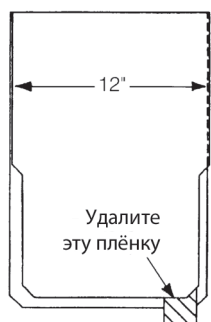

Рис. 16-18. Гонг Shangle® Ridge.
5. Перед забивкой гвоздей удалите защитную плёнку с герметика между двумя слоями покрывающего гонта (Рис. 16-18).